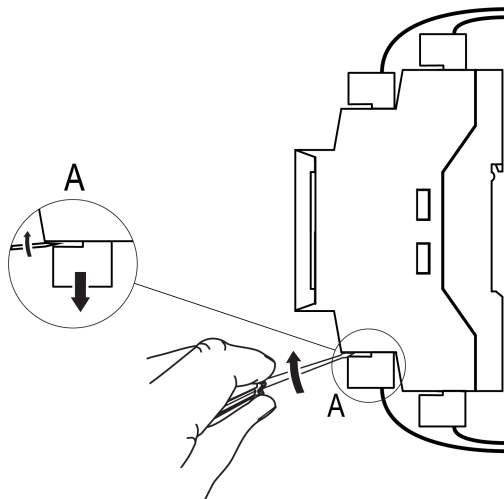

Рисунок 4.3 – «Быстрая» замена прибора
2. Отделить от прибора съемные части клемм с подключенными внешними линиями связи с помощью отвертки (см. рисунок 4.3).